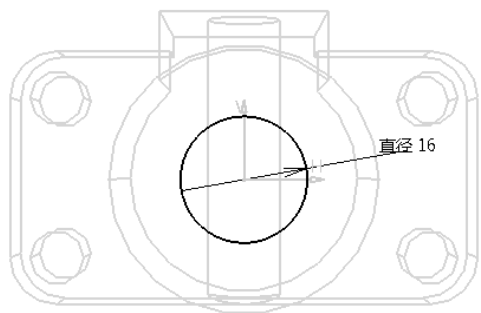

图 3-61 绘制圆
从特征树中选择“xy 平面”，单击“草图”按钮，进入草图绘制模式。单击“圆”按钮，在工作区中绘制出圆心位于原点的圆。单击“约束”按钮，标注如图 3-61 所示尺寸。单击“退出工作台”按钮.
在特征树中选择“加强肋.2”，在“变换特征”工具栏中单击“镜像”按钮，系统弹出“定义镜像”对话框，在“镜像元素”选择框中选择“yz 平面”，如图 3-61 中①②所示。其他采用默认设置，单击“确定”按钮完成镜像操作，如图 3-63 中③④所示。